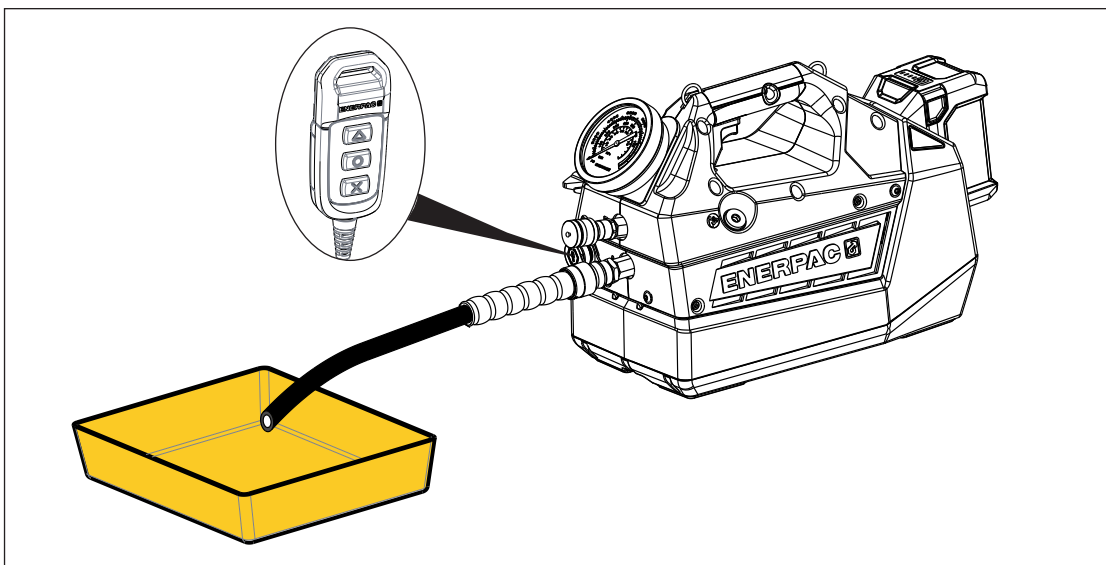

Figura 14: Drenagem do Reservatório Hidráulico
3. Fixe uma mangueira de extremidade aberta na porta "A" da bomba. Coloque a extremidade aberta da mangueira em um tacho ou recipiente adequado que seja suficientemente grande para recolher todo o óleo usado. Veja Figura 14.